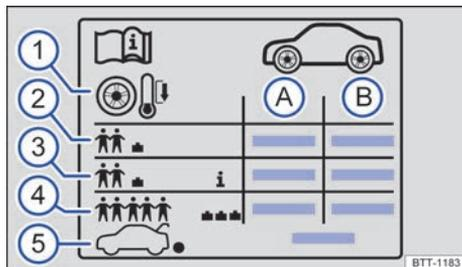

Fig. 200 Símbolos en el adhesivo de la presión de los neumáticos.
Datos que figuran en el adhesivo → fig. 200:
En función del vehículo, el adhesivo de la presión de los neumáticos puede incluir una presión de confort → fig. 200 ③. La presión de confort permite aumentar el confort de marcha. Cuando se circula con la presión de confort, puede que se incremente el consumo de combustible.